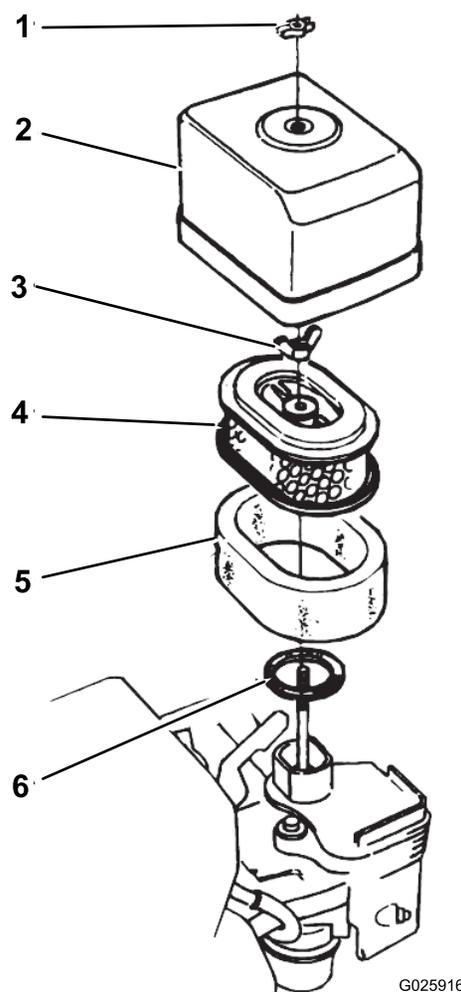

Figura 29
2. Retire la tuerca de orejeta que sujeta la tapa del limpiador de aire al limpiador de aire, y retire la tapa (Figura 29).
4. Retire la tuerca de orejeta del filtro de aire, y retire el filtro (Figura 29).
5. Retire el filtro de gomaespuma del filtro de papel (Figura 29).